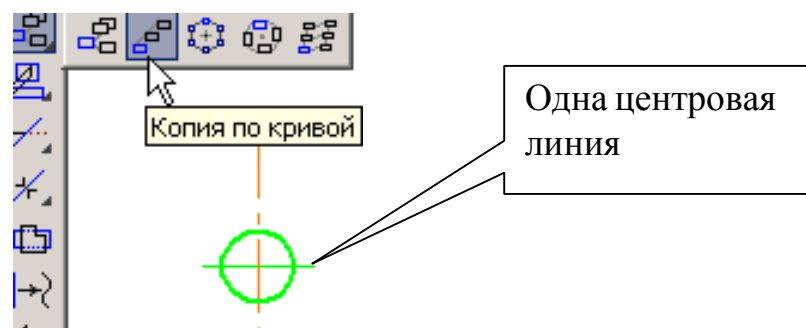

Рис. 2
2. Выделите рамкой (**Выделить – Рамкой** ) построенную окружность вместе с центральной линией и нажмите кнопку **Копия по кривой**  на панели **Редактирование** , рис. 2.